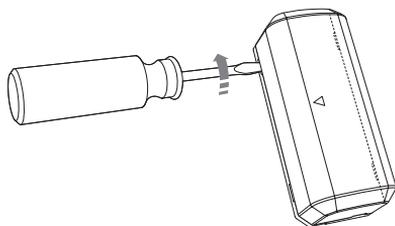

Рис. 8
1. Откройте крышку корпуса радиогеркона. Для этого вставьте жало шлицевой отвёртки в один из 4-х пазов между основанием и крышкой корпуса и слегка поверните отвёртку (см. рис. 8). Повторите операцию с другими тремя пазами, снимите крышку. Вы получите доступ к элементам, показанным на рис. 9.